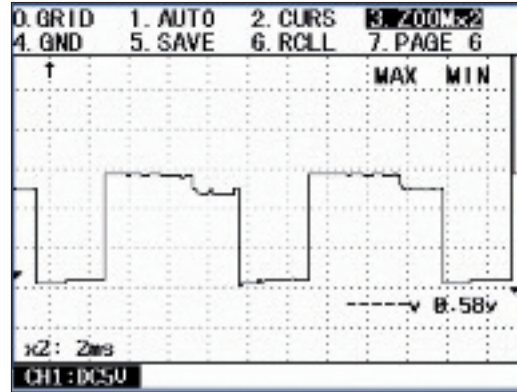

Abb. 3-25 Tastenerklärung - 2.Volt
- Die Anleitungsinhalte für weitere Funktionen der obigen Anzeige erreichen Sie über die Tasten [ $\blacktriangleleft$ ] und [ $\blacktriangleright$ ]. Durch Drücken der Taste  gelangen Sie zum Obermenü zurück. Wenn Sie auf dem oben angezeigten Bildschirm die Taste [ $\blacktriangleright$ ] drücken, erscheint die nächste Erklärung wie in Abb. 3-25.